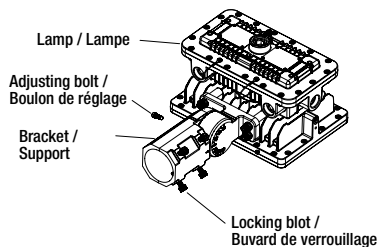

Fig. 18
- Step 1: Install the bracket on the lamp (Figure 18).
- Étape 1 : Installez le support sur la lampe (figure 18).